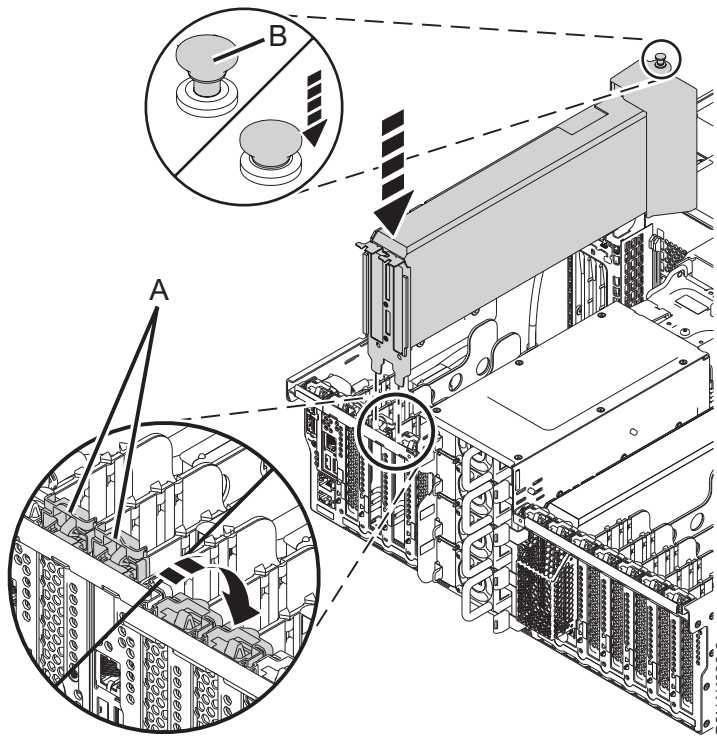

Abbildung 42. PCIe-Adapter (GPU) in einem Einschubsystem installieren oder austauschen
- a. Wenn die Adaptersicherung (**A**) des Zielsteckplatzes nicht bereits geöffnet ist, ziehen Sie die Adaptersicherung in die geöffnete Position, indem Sie sie von ihrem Clip an der Systemrückseite nach außen drehen, wie in Abb. 42 auf Seite 48 dargestellt.
- d. Drehen Sie die Adapterverriegelung (**A**) und drücken Sie den Hebel (**B**) an der Luftführung, damit diese einrastet (siehe Abb. 42 auf Seite 48).